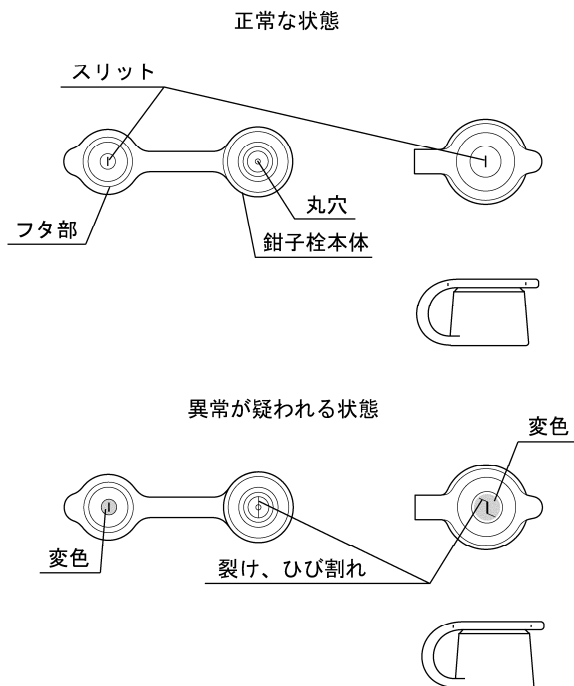

図 2
11.鉗子栓のフタ部のスリットまたは鉗子栓本体の丸穴に裂け、ひび割れ、変形、変色などの異常がないことを目視で確認すること(図 2 参照)。